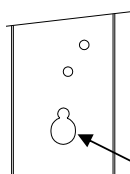

Figura 2
①	Cant. (5)	Perno hexagonal M12 x 1.25 x 30mm CL 8.8	⑤	Cant. (1)	Perno de carruaje 1/2-13 X 1.50 GR5
②	Cant. (6)	Arandela cónica 1/2"	⑥	Cant. (1)	Espaciador
③	Cant. (2)	Arandela de bloqueo 5/16"	⑦	Cant. (1)	Tuerca hexagonal, 1/2-13
④	Cant. (2)	Perno hexagonal M8 x 1.25 x 30 CL18.8
3. Retire la cinta que cubre el orificio posterior en el larguero del bastidor del costado del pasajero y agrande el orificio de acceso. Será necesario modificar el orificio de acceso antes de que se pueda instalar el enganche. Con una broca de taladro de 3/8", perforo a través del larguero del bastidor aproximadamente 5/8" por fuera del centro del orificio existente. Ver Figura 2. Nota: Costado del pasajero únicamente.